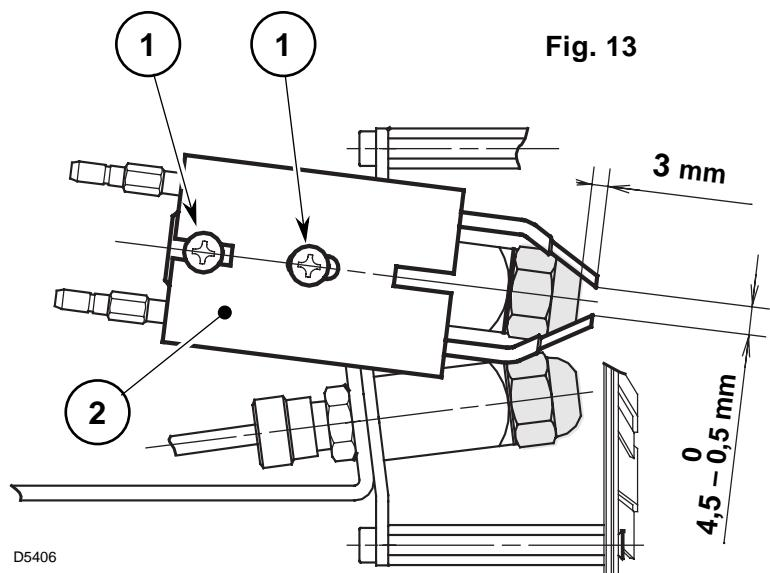

Fig. 13
#### 4.4 INNSTILLING AV ELEKTRODENE (se fig. 13)
For videre justering av elektrodene, løsne skruen (1) og sett elektrodene (2) i riktig posisjon, (se fig. 13).
- Skifte oljedyse (se fig. 12, side 6) og kontrollere plasseringen av elektrodene (fig. 13 side 7).